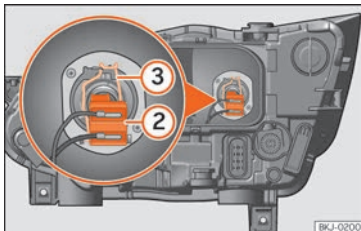

Fig. 56 No compartimento do motor: lâmpada da luz de médios.
- Retire o conector da lâmpada »» Fig. 56 ②.
- Desengate a mola de fixação »» Fig. 56 ③ pressionando-a para dentro e para a direita.